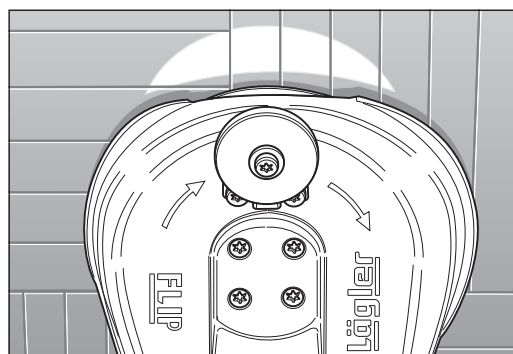

Fig. 46 Posición correcta, la máquina lija por el centro.
- 5 Haga una prueba y controle el aspecto del lijado (Fig. 46 – 50). Si deseara un ajuste más inclinado o más plano, desenrosque la contratuerca y haga girar el rodillo de dirección una o dos vueltas en la dirección correspondiente y luego vuelva a enroscar la contratuerca.